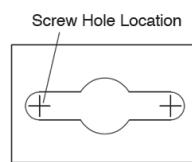
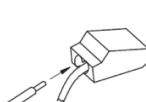
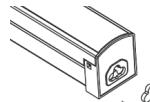

Figure 2
Figure 4
Figure 5
STEP 5: Position the Housing Assembly ① against the mounting surface and with a pencil, mark the screw hole locations to be located at the narrow section of the keyholes (See Figure 2).
STEP 9: Connect supply (house) wires to fixture wires, push stripped wires into appropriate Push-in connector ⑥: white to white and black to black and green to green or bare copper ground wire (See Figure 4).
STEP 10: Bundle wires in tight grouping to be out of the way and reinstall LED Cover assembly ②.
STEP 12: Once the first fixture is mounted, you can install the next fixture in the chain. On the end(s) of fixture to be connected, remove plug cover (See Figure 5). Note: Fixture orientation is important, make sure all of the linked fixtures are oriented the same way. The linking cord must connect to a Keyed port on one fixture and a non-keyed port on the other fixture.
STEP 2: Remove LED Cover Assembly ② by lifting upward on exposed edges of part. Start in the middle and work outward.
STEP 3: Position the Housing Assembly ① against the mounting surface and with a pencil, mark the screw hole locations to be located at the narrow section of the keyholes (See Figure 2).
STEP 6: Bundle wires in tight grouping to be out of the way and reinstall LED Cover assembly ②.
STEP 8: Once the first fixture is mounted, you can install the next fixture in the chain. On the end(s) of fixture to be connected, remove plug cover (See Figure 5.) Note: Fixture orientation is important, make sure all of the linked fixtures are oriented the same way. The linking cord must connect to a Keyed port on one fixture and a non-keyed port on the other fixture.
PASO 5: Coloque el conjunto de la carcasa (2) contra la superficie de montaje y marque con un lápiz la ubicación de los orificios en los que serán colocados los tornillos (vea la Fig. 2).
PASO 9: Conecte los cables de suministro eléctrico (del hogar) a los cables del dispositivo, coloque los cables con terminales descubiertos en el conector a presión adecuado (6): blanco con blanco, negro con negro y verde con verde o con el cable a tierra de cobre desnudo (vea la Fig. 4).
PASO 10: Agrupe los cables y amárrelos para que no se interpongan y vuelva a colocar el conjunto de la cubierta LED (2).
PASO 12: Una vez que el dispositivo esté montado, puede instalar un nuevo dispositivo en la cadena. En los extremos del dispositivo que se va a conectar: quite la cubierta del enchufe (vea la Fig. 5). Nota: La orientación del dispositivo es importante: asegúrese de que todos los dispositivos en cadena estén orientados en la misma dirección. El cable de conexión debe estar acoplado al puerto codificado en un dispositivo y a un puerto no codificado en el otro dispositivo.
PASO 2: Quite el conjunto de la cubierta LED (5) levantando los extremos descubiertos. Comience por el medio y continúe hacia afuera.
PASO 3: Coloque el conjunto de la carcasa (2) contra la superficie de montaje y marque con un lápiz la ubicación de los orificios en los que serán colocados los tornillos (vea la Fig. 2).
PASO 6: Agrupe los cables y amárrelos para que no se interpongan y vuelva a colocar el conjunto de la cubierta LED (2).
PASO 8: Una vez que el dispositivo esté montado, puede instalar un nuevo dispositivo en la cadena. En los extremos del dispositivo que se va a conectar: quite la cubierta del enchufe (vea la Fig. 5). Nota: La orientación del dispositivo es importante: asegúrese de que todos los dispositivos en cadena estén orientados en la misma dirección. El cable de conexión debe estar acoplado al puerto codificado en un dispositivo y a un puerto no codificado en el otro dispositivo.